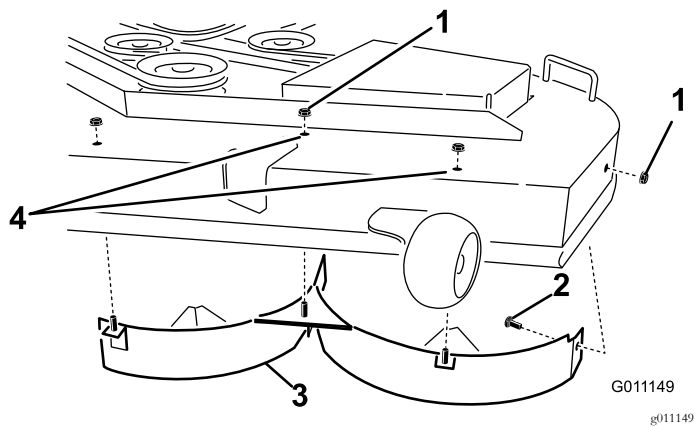

Bild 28
4. Entfernen Sie die zwei Sicherungsmuttern (5/16"), mit denen die geschweißten Streben des linken Ablenkblechs oben am Mähwerk in der Mitte und links von der Mittelstellung befestigt sind (Bild 28).
6. Entfernen Sie das linke Ablenkblech vom Mähwerk, wie in Bild 28 abgebildet.